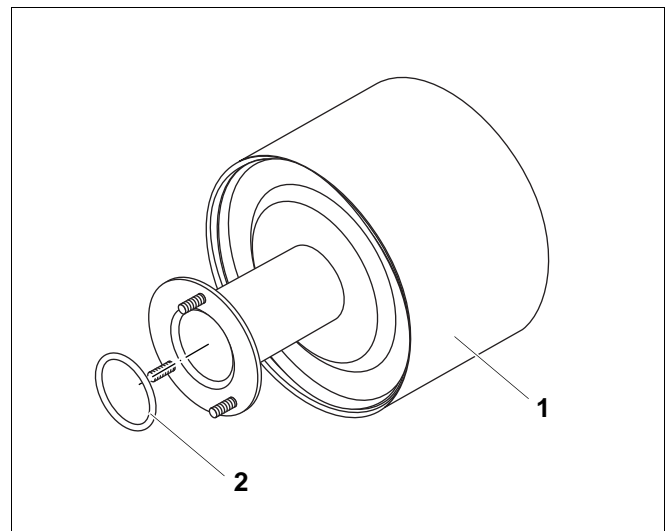

Рис. 33 Замените кольцо
- В случае повреждения стержня горелки (рис. 33, **поз. 1**) его нужно заменить.
- Проверьте наличие повреждений на кольце (рис. 33, **поз. 2**), при необходимости замените.
- Аккуратно выньте кольцо (рис. 33, **поз. 2**) круглогубцами из паза.
- Уложите новое кольцо (рис. 33, **поз. 2**).